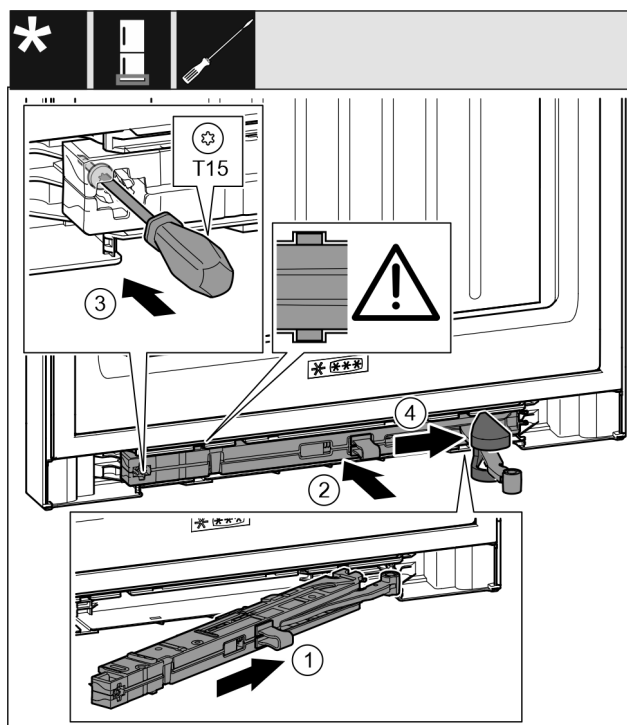

Fig. 52
- ▶ 将托架侧面的关门阻尼单元 Fig. 52 (1)倾斜插入凹槽直至止挡装置。
- ▶ 将关门阻尼单元 Fig. 52 (2)完全地推入凹槽。
- ▶ 用螺丝刀拧紧螺钉 Fig. 52 (3)。
- ▶ 将盖板 Fig. 52 (4)推到铰链上方。